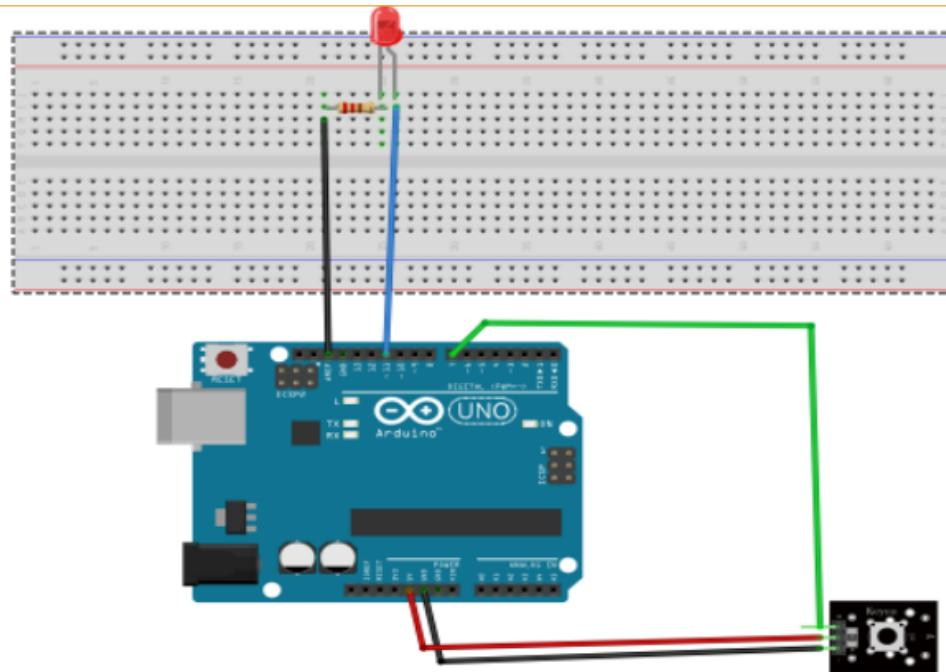

图 4.2: 实验接线图
- (1) 按照如图4.2所示的方式完成接线；
- (2) 打开 Arduino IDE，输入程序；
- (3) 检查无误后上传程序；
- (4) 分别观察在按下和松开按键这两种情况下 LED 灯的状态。